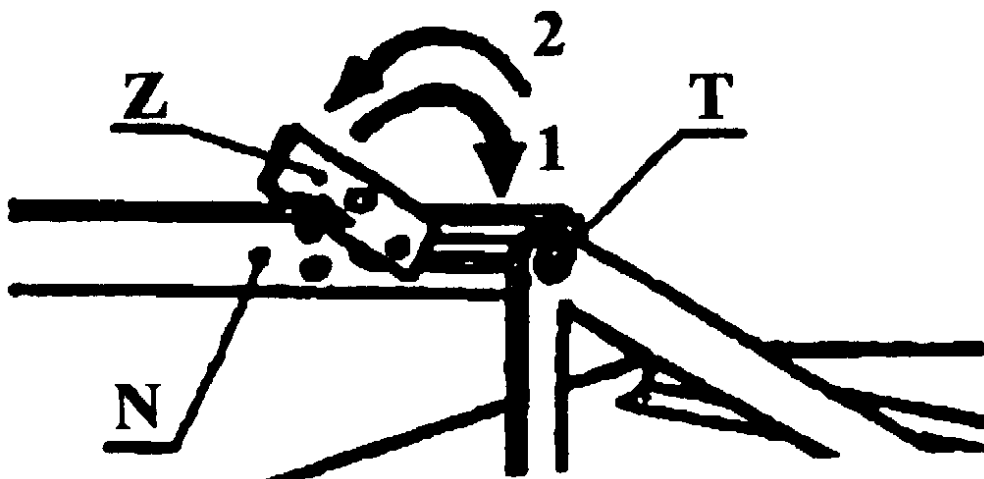

Рис. 11. Установка собачки „Z” в транспортное положение
- 3) повернуть собачку „Z” (Рис. 11) вниз, в положение, блокирующее перемещение штифта „Т” в отверстии тяги „N”,
- 3) повернуть собачку „Z” (Рис. 11) вверх, в положение, обеспечивающее перемещение штифта „Т” в продолговатом отверстии тяги „N” (копирование территории),